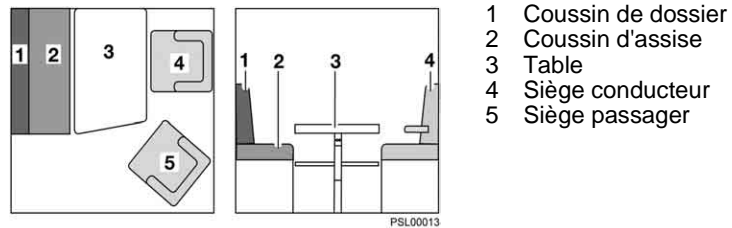

Fig. 44 Avant la transformation
- Tourner le siège conducteur (Fig. 44,4) avec le dossier en direction de la porte chauffeur.
- Tourner le siège passager (Fig. 44,5) avec le dossier en direction de la porte passager.
- Convertir la table (Fig. 44,3) en sommier de lit (voir paragraphe 7.6).